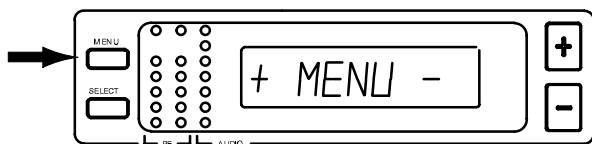

FIGURA 11
2. Oprima el botón de MENU. La indicación "+ MENU -" aparece en la pantalla, como se muestra en la Figura 11.